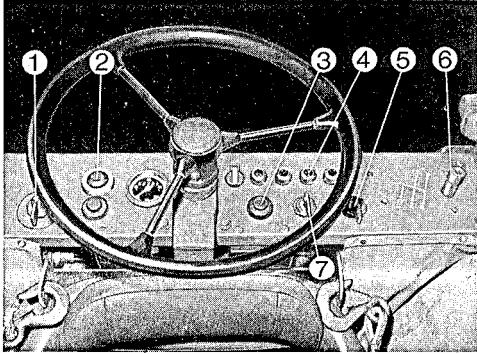

Bild 70 Instrumententafel
(1) Einschalten der elektrischen Anlage (Bild 70).